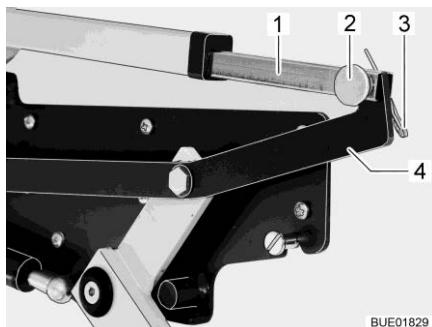

Bild 124 Drivenhet för höjbar säng
- Lossa förbindelsen mellan skjutstången (Bild 124,1) och spaken (Bild 124,4). Dra ut splint (Bild 124,3) och stift (Bild 124,2).